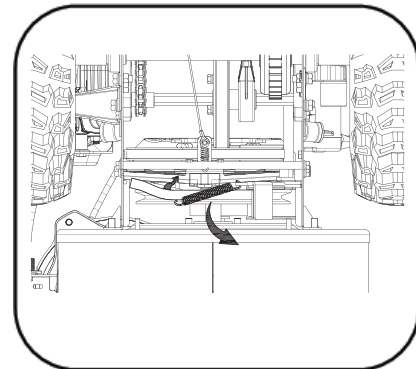

Рисунок 18
5. Снять ремень со шкива шнека и пропустить его между опорной скобой и шкивом шнека. Смонтировать ремень шнека в обратном порядке, следуя инструкциям (см. Рисунок 18).